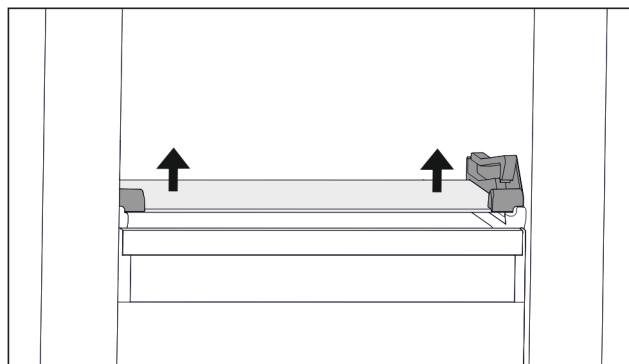

Fig. 61 Ripiano in vetro del cassetto ribaltabile
- ▶ Premere il ripiano in vetro dal basso verso l'alto su entrambi i lati. (vedere Fig. 61)